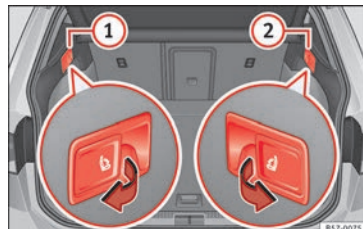

Abb. 153 Im Kofferraum: Entriegelungshebel im Abstand der Teile links (1) und rechts (2) von der Rücksitzlehne.
- Ziehen Sie am Hebel zur Fernentriegelung auf der linken »» **Abb. 153** ① oder der rechten ② Seite der Rückenlehne in Pfeilrichtung. Der entriegelte Teil der Rücksitzbank klappt nun automatisch nach vorn um.